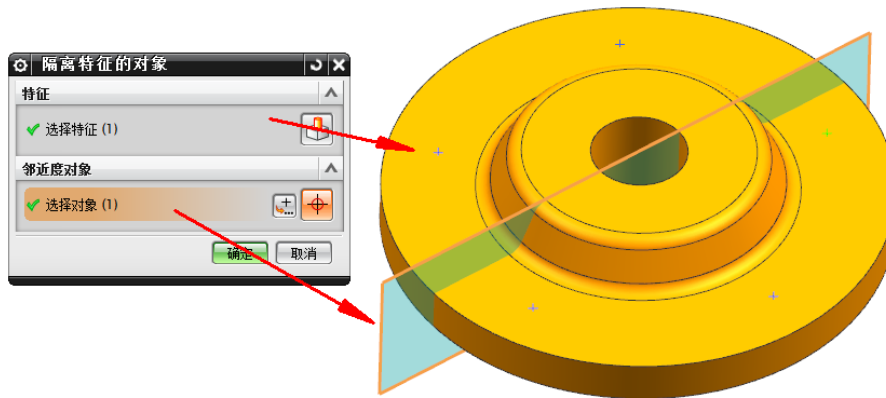

图 2
- 2.如图 2 所示，特征选择创建的点特征，邻近对象选择基准平面